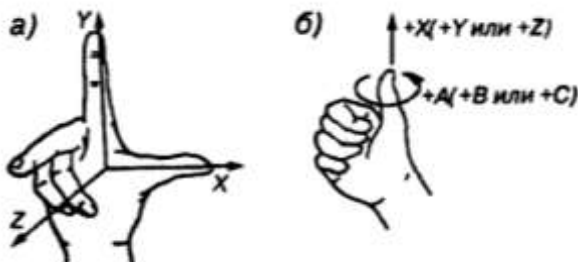

Рис.4 Правило правой руки:
В стандартной системе координат станка положительные направления осей координат определяются по правилу правой руки. Большой палец (рис. 4) указывает положительное направление оси абсцисс (X), указательный — оси ординат (Y), средний — оси аппликат (Z). Положительные направления вращения вокруг этих осей определяются другим правилом правой руки. Согласно этому правилу, если расположить большой палец по направлению оси, то остальные согнутые пальцы укажут положительное направление вращения (рис. 4).